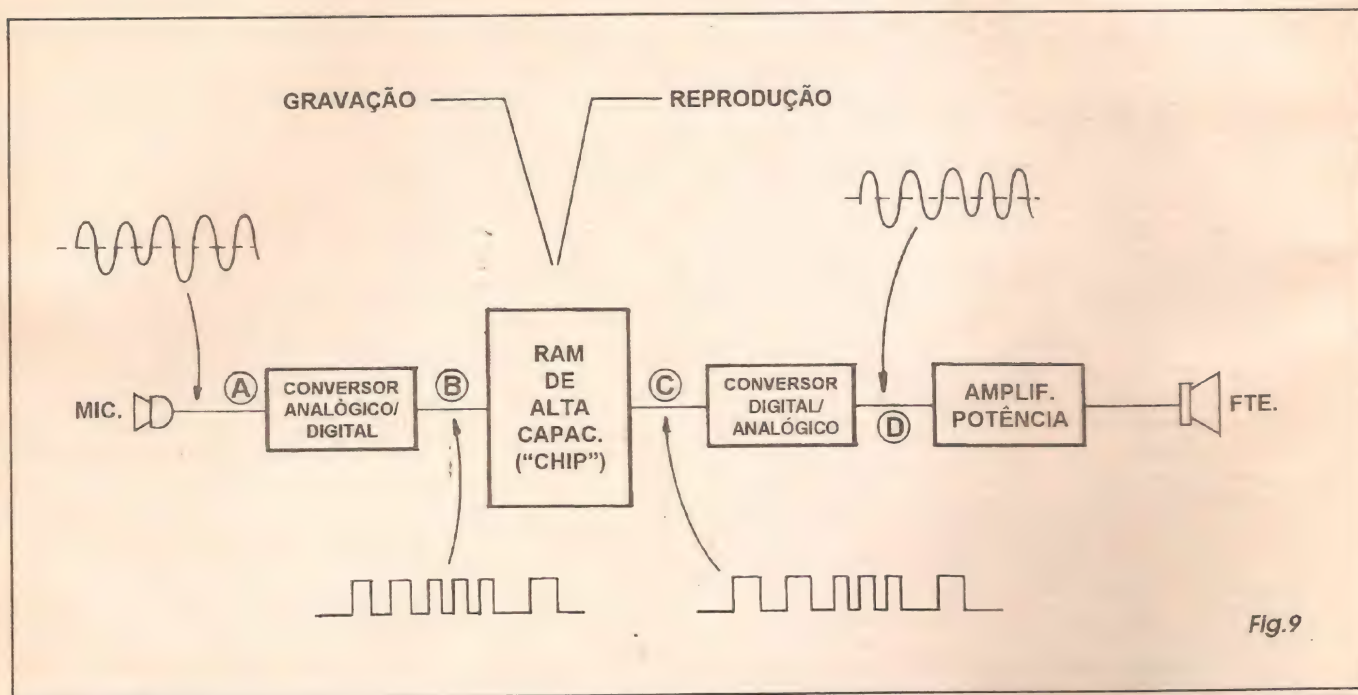

Fig.9
- **FIG. 9 - A GRAVAÇÃO/REPRODUÇÃO DE ÁUDIO EM MÍDIA TOTALMENTE ELETRÔNICA (EM CHIP...)** - Com os fantásticos avanços industriais da micro-eletrônica, na última década se incorporou ao universo dos sistemas ou meios de se gravar/reproduzir/eternizar o som, mais um método, e que já começa a popularizar-se (relógios que falam as horas, brinquedos que conversam com as crianças, secretárias eletrônicas e elevadores que batem um papo com seus usuários, etc.). Trata-se de guardar a informação elétrica correspondente ao SOM dentro de componentes integrados digitais, ou seja: em memórias tipo RAM de alta capacidade, conforme ilustra - em blocos - o diagrama...! No que diz respeito aos blocos de conversão analógico/digital e digital/analógico, bem como aos eventuais pré-amplificadores e amplificadores finais de potência (além dos inevitáveis transdutores, em cada ponta do sistema...), nada é muito diferente, neste método, do utilizado nos sistemas de CD laser, ou de fita